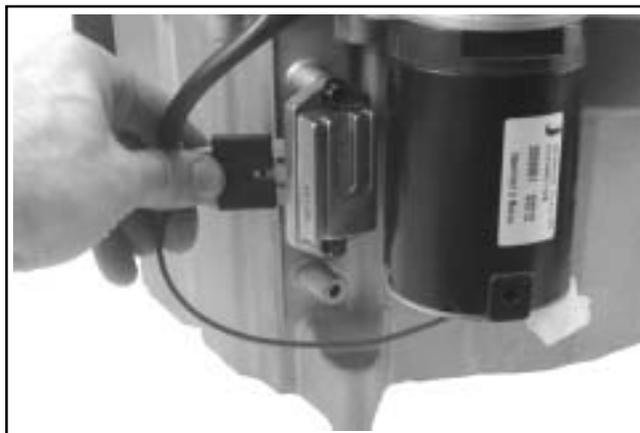

Figura 10-69. Installazione del raddrizzatore-regolatore.
1. Utilizzando le due viti M6, montare il raddrizzatore-regolatore sulle sporgenze del carter con le alette di raffreddamento all'esterno. Vedere Figura 10-69. Serrare le viti a **6,0 N·m (55 in. lb.)** in fori nuovi oppure **4,0 N·m (35 in. lb.)** in fori usati.